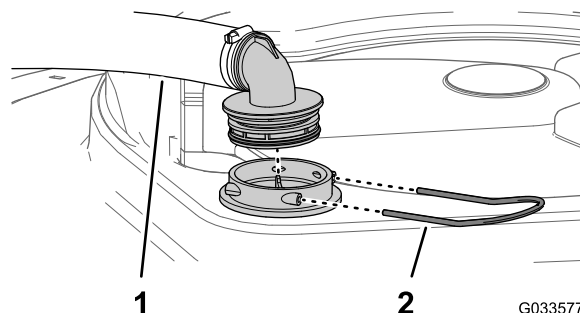

Figura 104
2. Nella parte superiore dell'irroratrice, rimuovete il fermo che fissa il raccordo del flessibile collegato al flessibile grande dall'alloggiamento del filtro (Figura 104).
3. Rimuovete il flessibile e il raccordo del flessibile dall'alloggiamento del filtro (Figura 104).